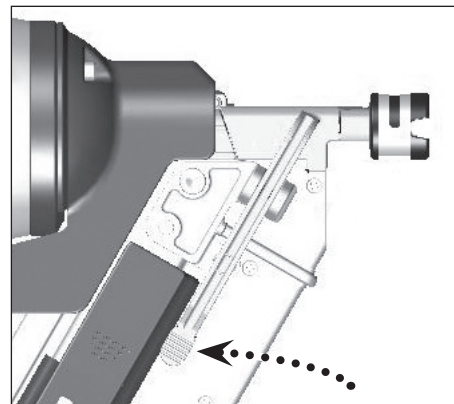

Figure 22 - Levier de buse à dégagement rapide
3. Press down on the Quick-Clear Nose (QCN) lever to disengage portion of nose barrel (See Figure 22).
3. Enfoncer le levier sur la Buse à dégagement rapide (BDR) pour désengager la partie sur le corps de la buse (voir la Figure 22).